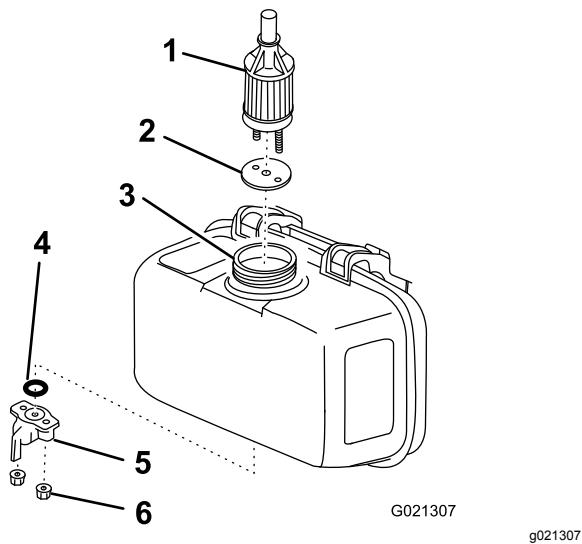

Figura 26
5. Afloje las tuercas situadas debajo de la palanca de cierre de combustible (Figura 26).
6. Retire y deseche la junta tórica (Figura 26).
7. Extraiga el filtro de salida de combustible y la junta del orificio de llenado (Figura 26).
8. Instale un nuevo filtro de salida de combustible y una junta a través del orificio de llenado y asíéntelos en el depósito de combustible (Figura 26).
9. Instale una junta tórica nueva en la palanca de cierre de combustible, e instale el conjunto en el depósito de combustible usando las tuercas situadas debajo de la palanca de cierre de combustible (Figura 26).